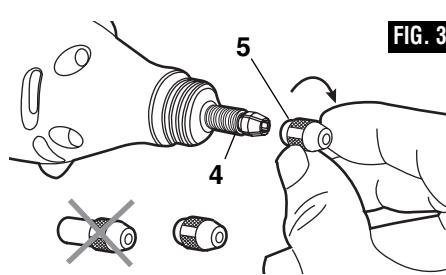

FIG. 3
4. While pressing the shaft lock button on your rotary tool, thread the collet nut **5** included with your Dremelite onto the the output shaft **4**. **Note:** The collet nut normally used on your rotary tool is taller than the collet nut included with your Dremelite (Fig. 3).
**5** livré avec votre Dremelite sur l'arbre de sortie **4**. **Remarque :** l'écrou de douille normalement utilisé sur votre outil rotatif est plus long que celui livré avec votre Dremelite (Fig. 3).
portaherramienta **5**, incluida con el aditamento Dremelite, en el eje de salida **4**. **Nota:** La tuerca del portaherramienta utilizada normalmente en la herramienta giratoria es más alta que la tuerca del portaherramienta incluida con el aditamento Dremelite (Fig. 3).